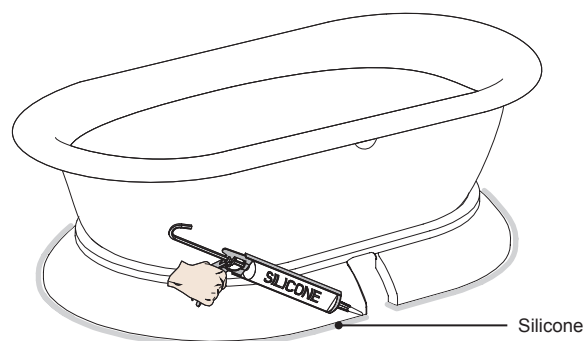

Figure 32. Pied de placement
- 5 Appliquer un cordon de silicone (disponible dans le commerce) sur le pourtour de la base du socle (Figure 32). Suivez fabricant a recommandé le temps de séchage avant de procéder.